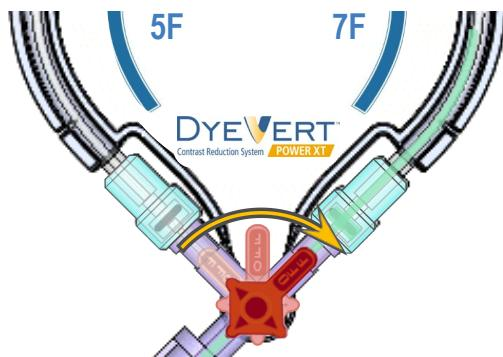

Figura 2. Cebado del lado opuesto de la vía de derivación
- 6) Gire la llave de paso para selección de válvula hasta la posición de la otra válvula (consulte la figura 2).